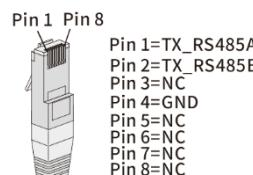

Abb. 21: Kabelanschlussbelegung
- 3 Kommunikationsleitung wie in Abbildung 21 gezeigt konfigurieren (nach DIN 46228-4, kundenseitig bereitgestellt).